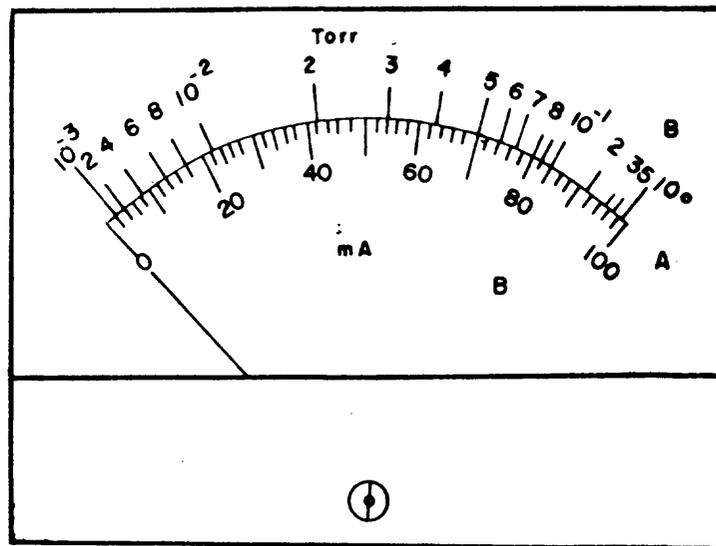

Fig. 1
El vacuómetro usado por nosotros será el *electrónico*, y se muestra en la figura 1. El instrumento tiene dos escalas que nos darán lectura directa. La escala de abajo, figura 1 (A) nos da la lectura en mili-amper. La escala de arriba, figura 1 (B) nos da la lectura en Torr. La escala en Torr se presenta en potencia negativa (ver fig. 1 (B): 10^{-3} ; 10^{-2} ; 10^{-1} ; 10^0). Para su lectura haremos una rápida exposición sobre *Potenciación*.